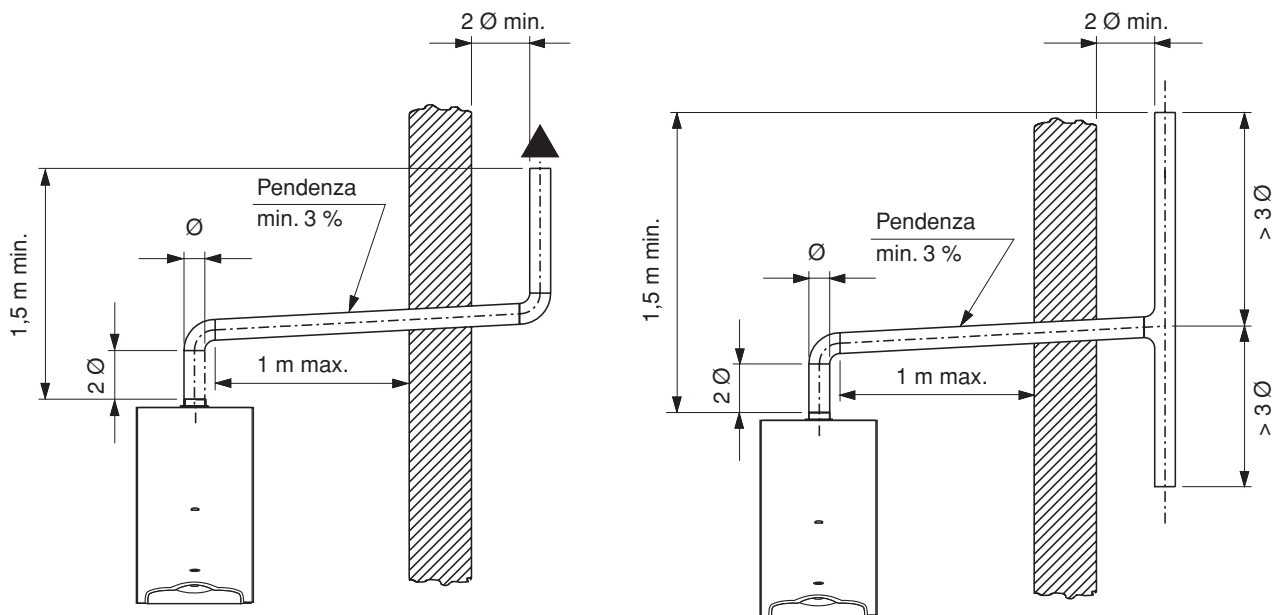

fig. 7
- il terminale di tiraggio deve sovrastare almeno 1,5 metri l'attacco del condotto di scarico sulla caldaia (vedi fig. 7).